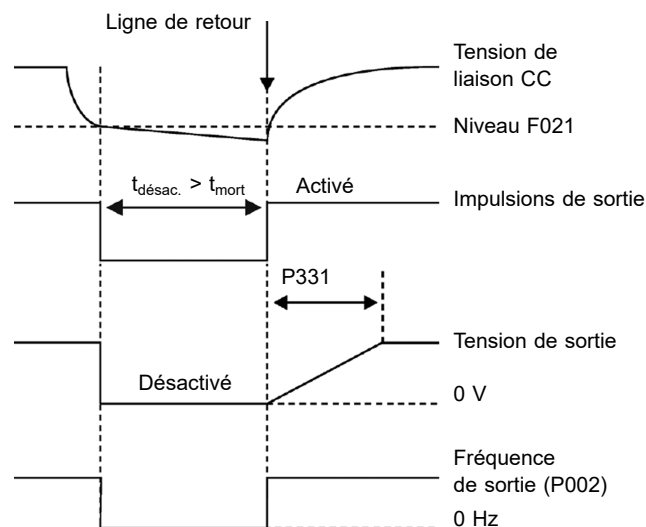

Figure 8.7 : Actionnement de la fonction Ride-through
- **Fonction Ride-through (RT) :** La fonction Ride-through désactivera les impulsions de sortie de l'onduleur (IGBT) dès que la tension d'alimentation chute sous la valeur de sous-tension. Un défaut dû à une sous-tension (F021) ne se produit pas et la tension de liaison CC baisse lentement jusqu'à ce que la tension d'alimentation revienne. Si la tension d'alimentation met trop longtemps à revenir (plus de 2 secondes), alors l'onduleur peut indiquer F021 (sous-tension sur la liaison CC). Si la tension d'alimentation revient avant cela, alors l'onduleur réactive les impulsions, imposant instantanément la référence de fréquence (comme dans la fonction d'amorçage instantané) et faisant une rampe de tension avec la durée définie dans P331. Voir Figure 8.7 à la page 8-11.